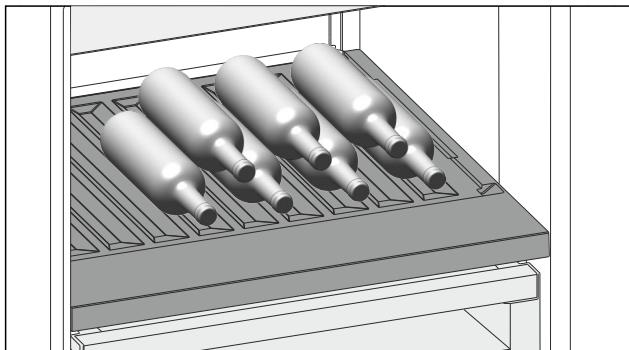

Fig. 87
- ▶ 将瓶底向后对着后壁放入瓶子。[参见 Fig. 87]